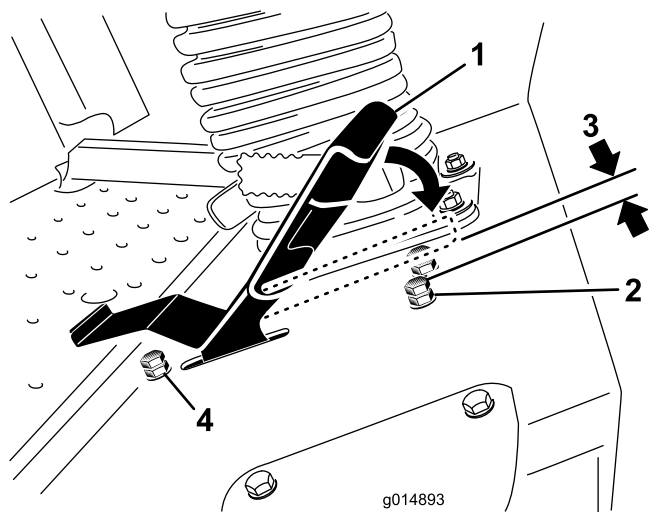

Figura 39
3. Solte a porca de bloqueio no parafuso de paragem do pedal de tração (Figura 39).